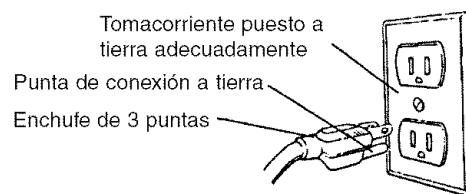

Figura 1 – Receptáculo para 3 Puntas
- A fin de protegerlo contra una descarga eléctrica, esta herramienta está equipada con un cable de tres conductores aprobado y clasificado para 150 V, así como con un enchufe de tres clavijas tipo conexión a tierra (Figura 1).
- El enchufe de conexión a tierra deberá conectarse directamente a un zócalo para 3 clavijas instalado y conectado debidamente a tierra, tal como se muestra en la Figura 1.